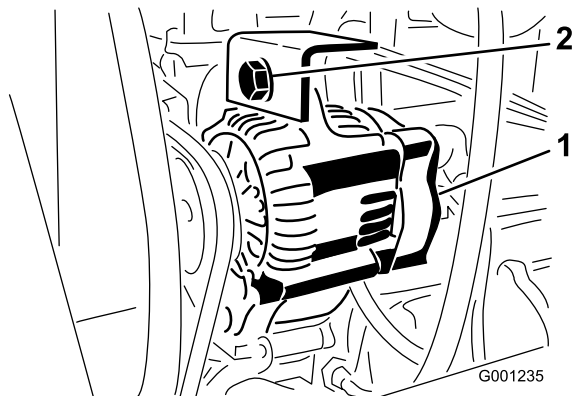

Figura 72
2. Allentate il bullone di montaggio dell'alternatore (Figura 72)..
3. Aumentate o riducete la tensione sulla cinghia dell'alternatore e serrate il bullone di montaggio (Figura 72).